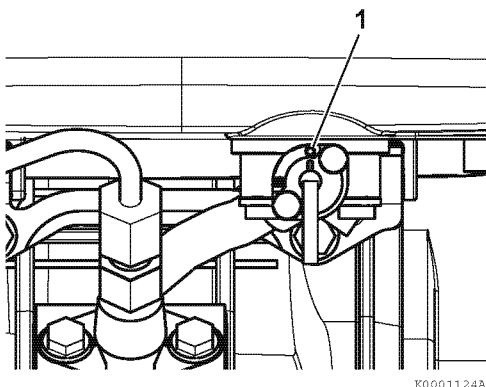

Abbildung 1
2. Der Kraftstoffhahn (1, **Abbildung 1**) muss auf ON gestellt sein.